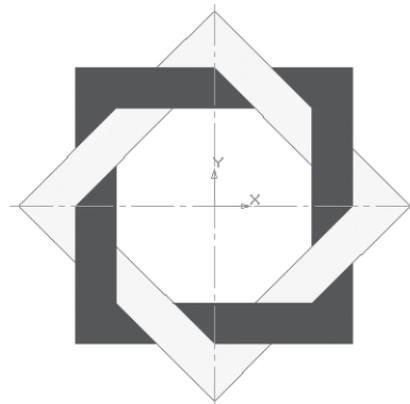

Рис. 89
- выберите другой цвет и залейте орнамент в соответствии с рис. 89.